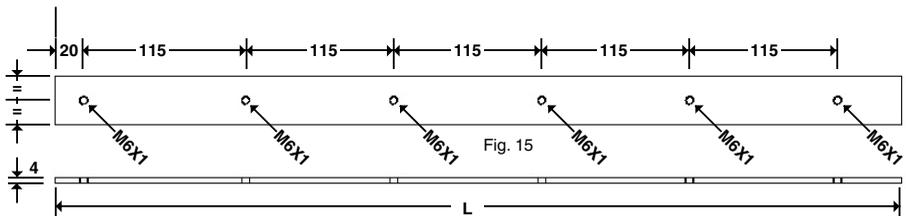

Fig. 15
- Predisporre un piatto di acciaio di spessore minimo 4mm, lunghezza pari a  $L = \text{Larghezza Anta} - (2 \times 50)$ , larghezza opportuna a garantire un solido e sicuro fissaggio tra profilo inferiore ARIETE e traverso superiore **B**. Forare e filettare il piatto seguendo le indicazioni sull'intera lunghezza (Fig. 15).
Nel caso di serramenti Standard le viti vengono avvitate al piatto di acciaio profilo inferiore/anta (Fig. 15 pag. 9).